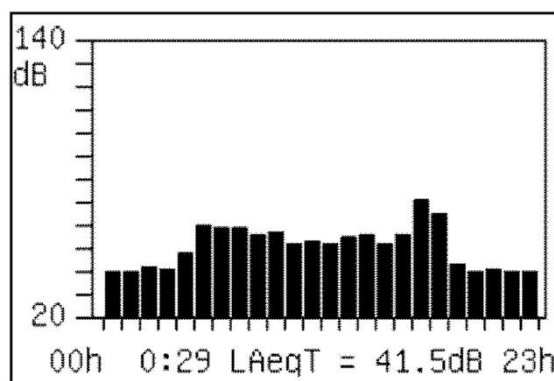

Fig. 45: Visualização gráfica da distribuição dos valores da análise "24H"
2. Premir o botão  para visualizar, em detalhe, os valores de cada intervalo considerado (ex: 8 intervalos na Fig. 45). Premir os botões  ou  para passar às páginas seguintes e os botões  ou  para a visualização dos valores dos parâmetros **Ld**, **Ln** e **Ldn**